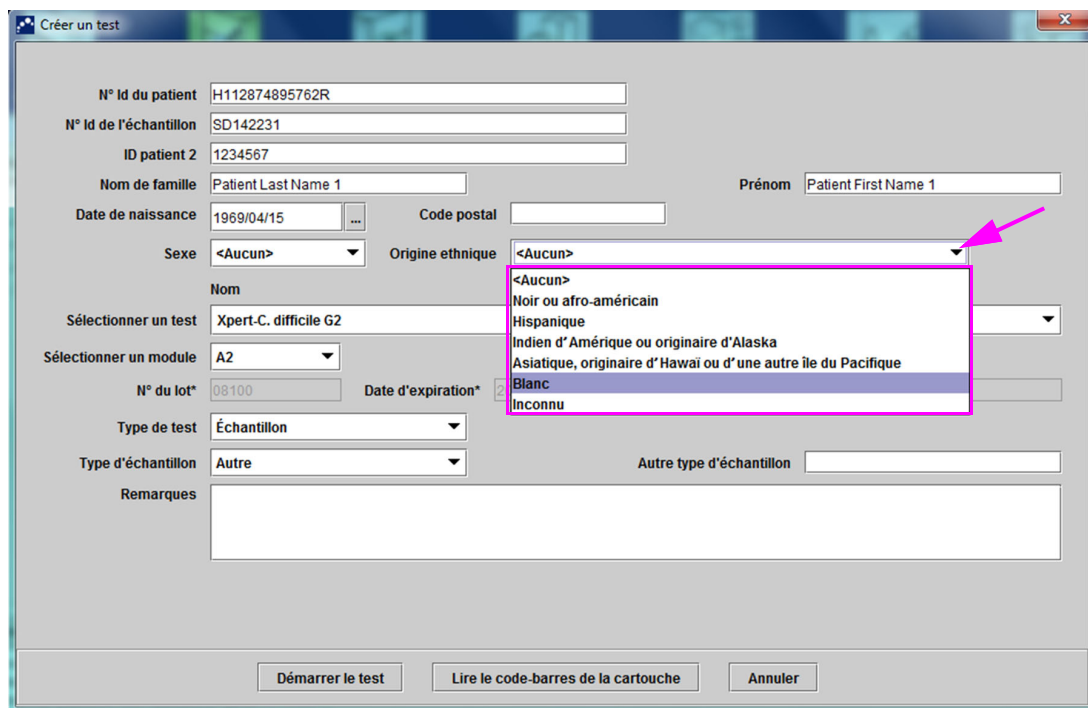

Figure 5-25. Boîte de dialogue Créer un test avec le champ Origine ethnique affiché
- B. **Origine ethnique**—Cliquez sur la flèche du menu déroulant dans la case Origine ethnique et sélectionnez l'origine ethnique appropriée dans le menu déroulant (voir la Figure 5-25).